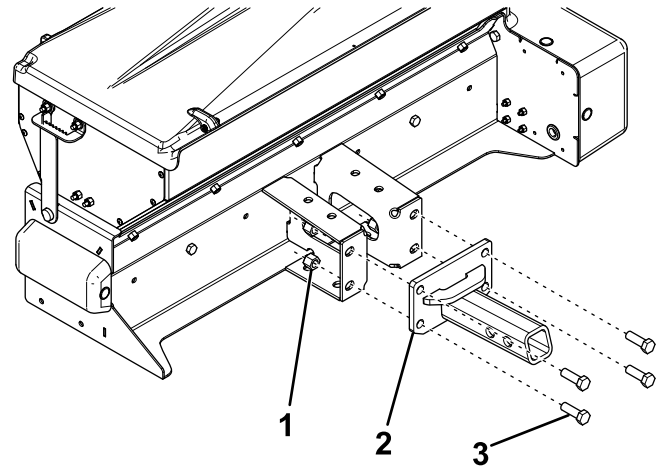
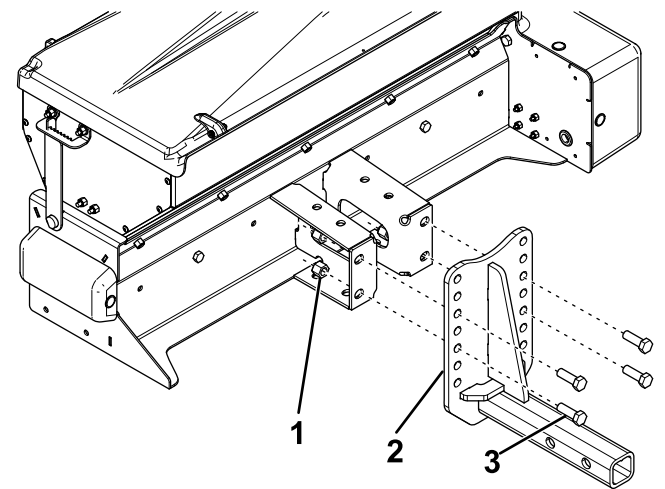

Bild 12
Bild 13
1. Montieren Sie die Anhängerkupplung lose mit vier Schrauben (1/2" x 1 1/2") und Sicherungsmuttern am Streuer (Bild 12 und Bild 13).